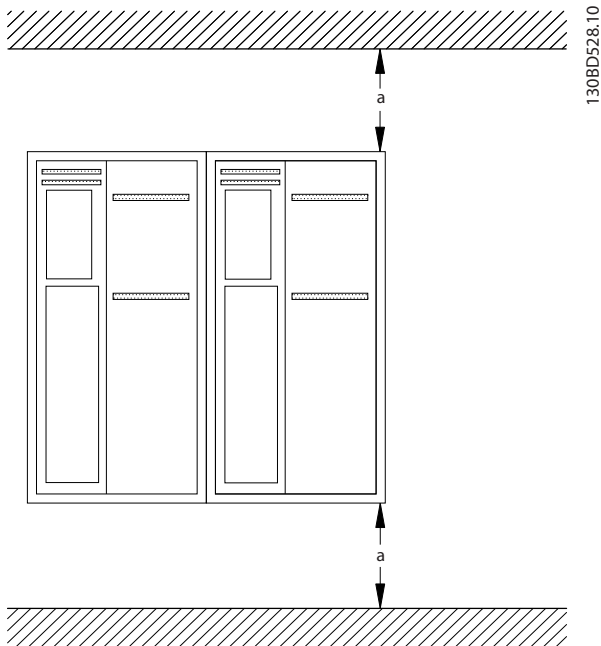

Abbildung 3.2 Abstand zur Kühlluftzirkulation oben und unten
- Sehen Sie über und unter dem Frequenzumrichter zur Luftzirkulation einen ausreichenden Abstand vor. Die Abstandsanforderungen finden Sie unter Abbildung 3.2.